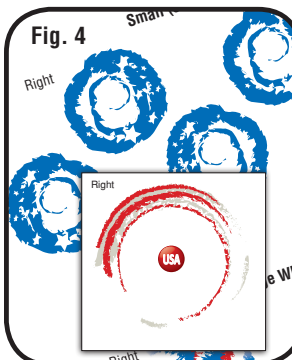

Fig. 4
4. Double check that "Right" Wheel Covers are paired with wheels that have "Right" Decals and vice versa (Fig. 4). Press Wheel Cover in place and hold until setting begins. Let dry.
4. Vérifiez que "droit" couvres de roue sont couplés avec les roues qui ont "droit" autocollants et vice versa (Fig. 4). Appuyez sur capot de la roue en place et le maintenir enfoncé jusqu'à ce que paramètre commence. Laisser sécher.